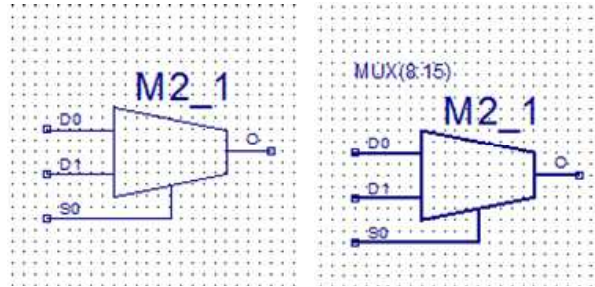

Figura 1.18: Símbolo antes y después de ser renombrado
El resultado es que hemos creado una instancia que contiene un array de símbolos, a pesar de que sólo se muestra uno de ellos en el esquemático. En el ejemplo de multiplexor mostrado en la Figura 1.18, MUX(8:15) representa un banco de ocho multiplexores 2 a 1 con los nombres MUX(8) a MUX(15), o lo que es lo mismo, un multiplexor 2 a 1 de 8 bits.